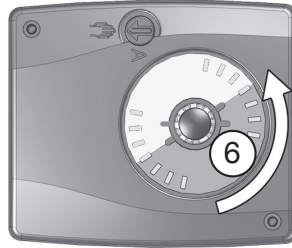

Abb. 12
3. Drehgriff (6), Fächerscheibe (5) und Schraube (4) von der Hohlwelle (8) abnehmen.
4. Sichtscheibe (7) um 180° drehen, so dass der rote Bereich nach oben zeigt (Abb. 12).